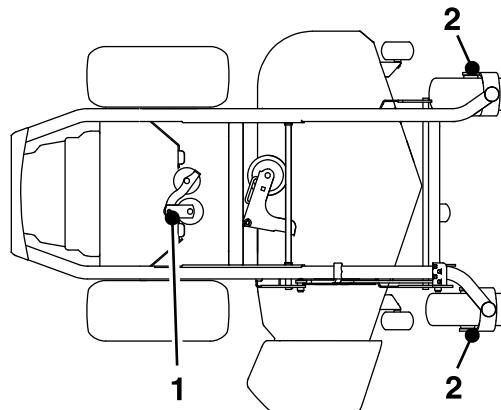

Bild 39
4. Fetten Sie den Drehzapfen der Pumpenspansscheibe mit ein oder zwei Pumpenstößen des Schmiermittels ein (Bild 39).
5. Fetten Sie die vorderen Laufradachsen ein (Bild 39).